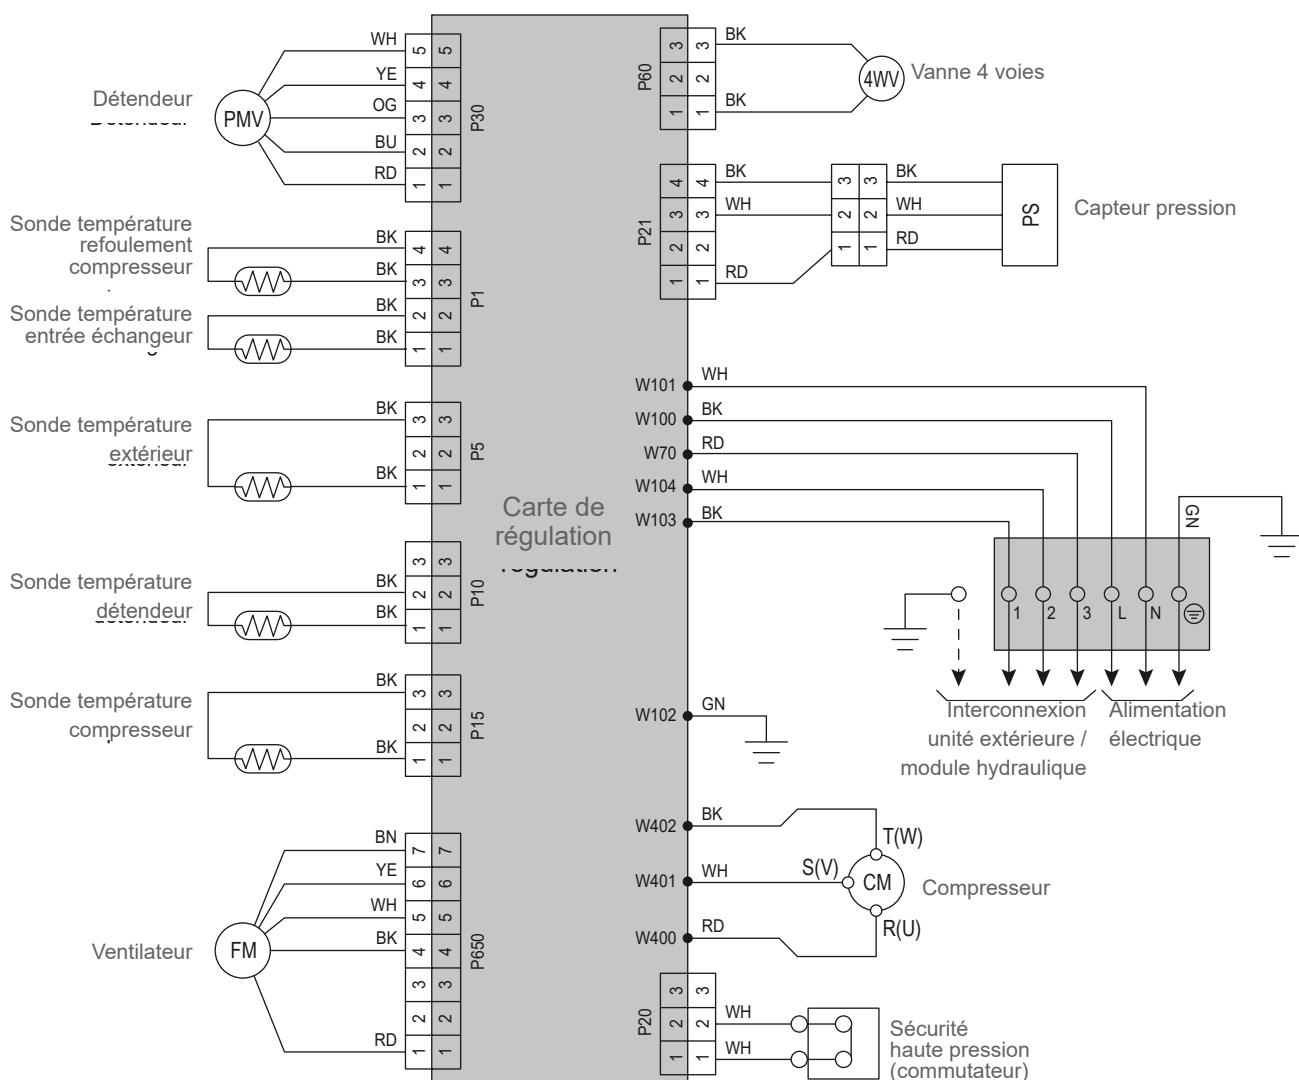

fig. 46 - Câblage électrique unité extérieure modèles 3, 5, 6 et 8
- Retirer le bouchon de protection (B) de l'orifice de charge (Schrader) de la vanne gaz (gros diamètre).
- Raccorder le flexible haute pression du Manifold sur l'orifice de charge (fig. 46).